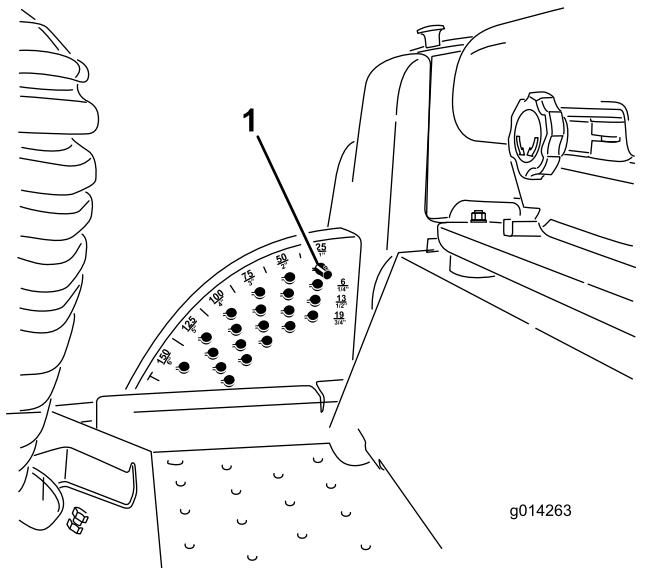

図 2
3. 再組み立てのために、刈高ブラケットの穴に刈高ピンが入っているかを確認しておくこと図2。刈高ブラケットから刈高ピンを抜き取る。